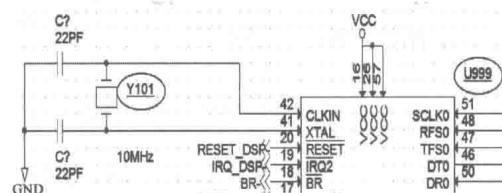

图 1.3.19 修改过的 Reference 会加上“_”
(2) Preserve User Assigned Valid References (见图 1.3.19)：可以保留 User 自定义的 Reference。